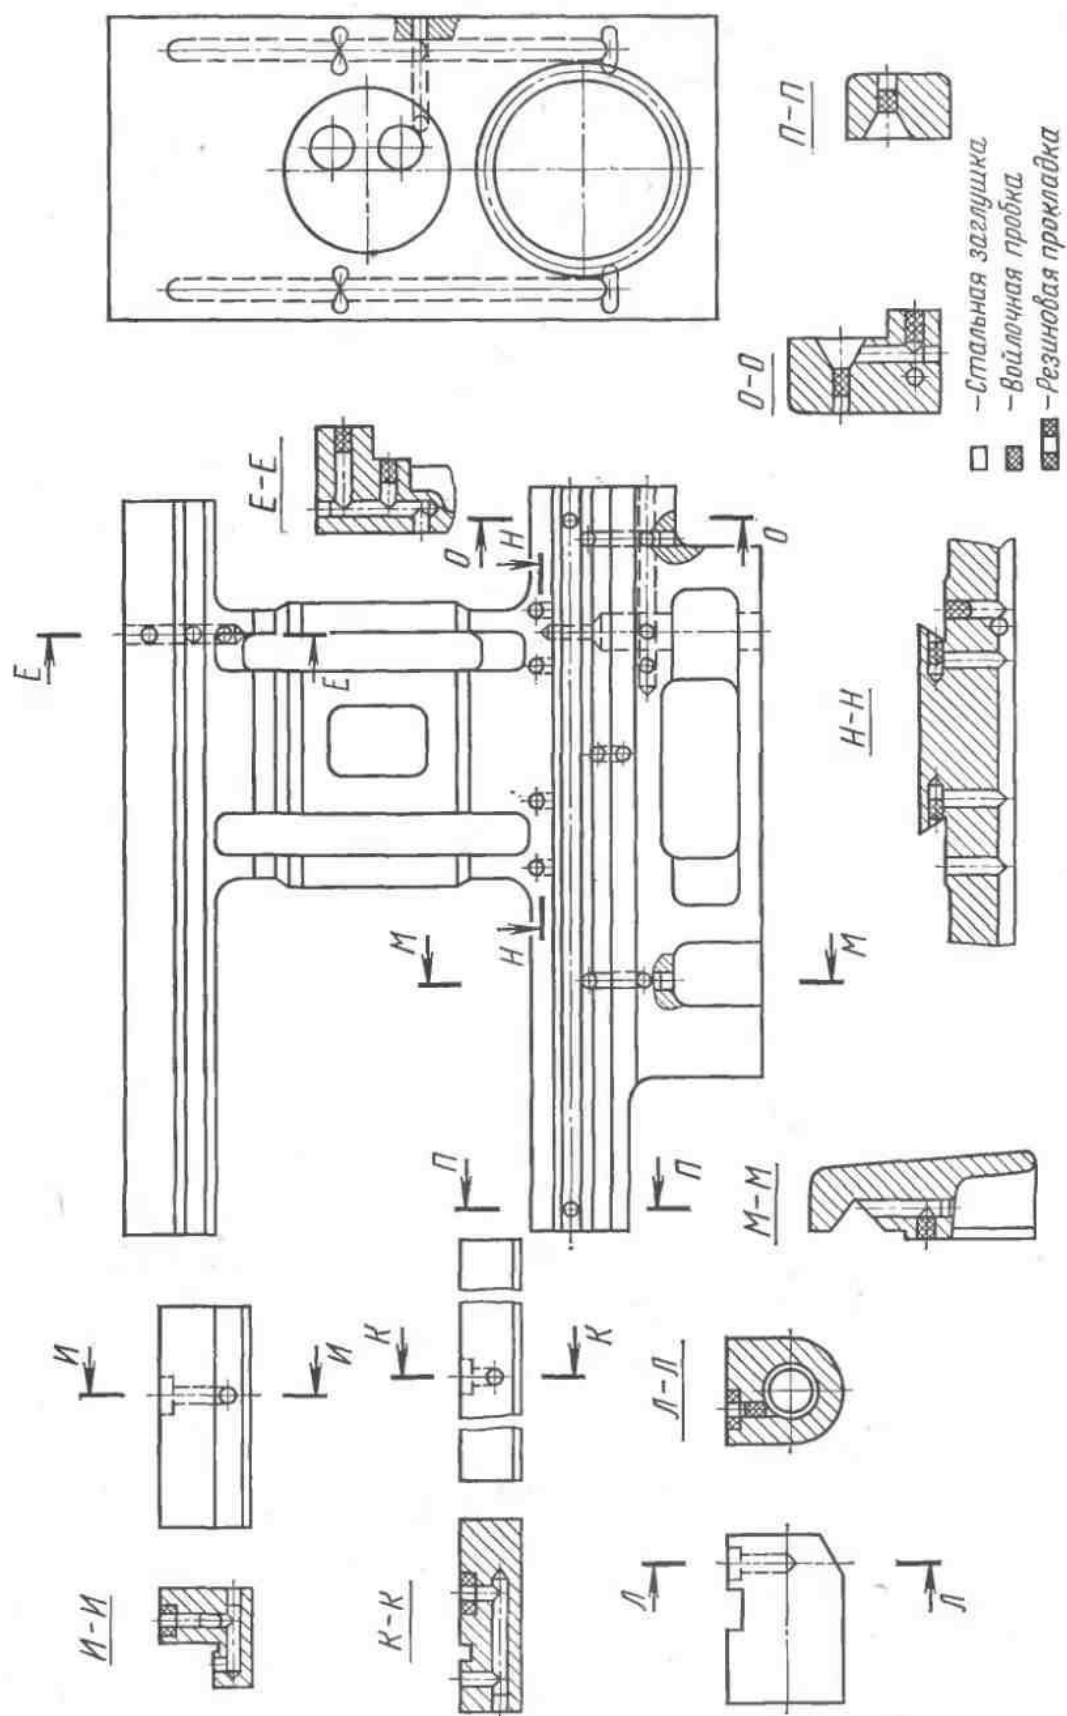

Рис. 31. Схема расположения заглушек, пробок и прокладок в каретке
13.5.8. Представленная на рис. 31 схема служит для правильной установки заглушек, пробок и прокладок системы смазки в каретку при ремонте станка.